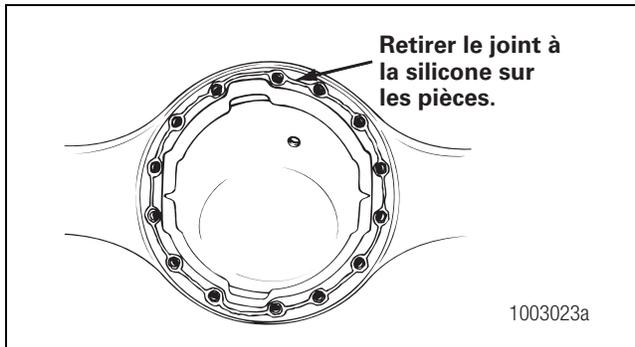

Figure 4.8
4. Nettoyer les pièces et appliquer une nouvelle couche de joint liquide à la silicone sur les surfaces de contact de l'essieu et de la tête de pont. Figure 4.8.